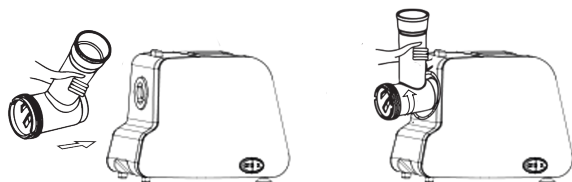

рис. 1
7.1.1 Удерживая кнопку фиксатора горловины, плотно вставьте горловину в гнездо для её установки, затем поверните горловину против часовой стрелки, как указано на рис. 1, до фиксации. Отпустите кнопку фиксатора, убедитесь в надежной фиксации горловины.